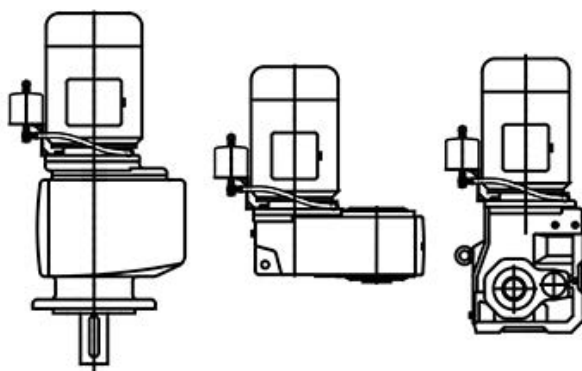

図 18: オイルエクспанションタンクの位置
オイルエクспанションタンクは接続ラインを下にし、エアVENTプラグを上にして垂直に取り付けなければなりません。タンクはできるだけ高い位置に取り付けてください。オイルエクспанションタンクの位置は、図 18 を参考にしてください。端子箱位置がポジション 2 の構造形状 M4 では、オイルエクспанションタンクは取り付けできないことに注意してください。
2. オイルエクспанションタンクを 図 18 に従って取り付けます。このとき、モータシャフトに対して平行にタンクを調整してください。